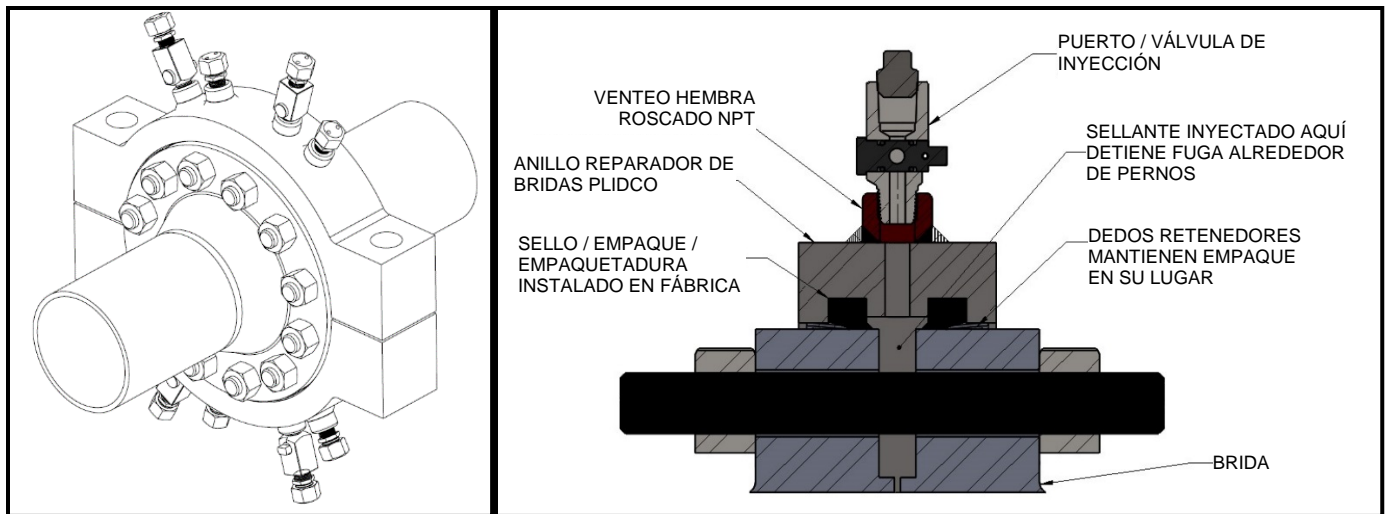

Figura 3
2. Ensamble el Anillo Reparador de Bridas "PLIDCO Flange+Repair Ring" alrededor de las bridas asegurándose de que quede centrado sobre el espacio o luz entre las bridas y de que los extremos pintados de amarillo coincidan. Se recomienda orientar la carcasa del Anillo Reparador de Bridas "PLIDCO Flange+Repair Ring" directamente sobre el área del conjunto de bridas con el mayor volumen de fuga. La Figura 3 muestra cómo el Anillo Reparador de Bridas "PLIDCO Flange+Repair Ring" debe posicionarse alrededor del juego de bridas; además, indica los nombres y ubicaciones de las diferentes partes que conforman el accesorio.